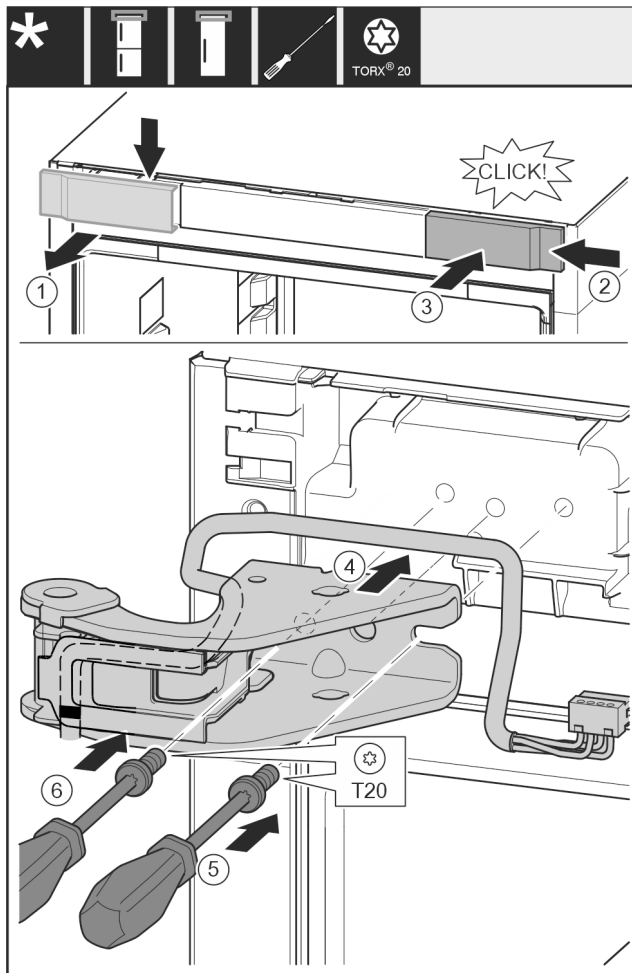

Fig. 22
- ▶ Αφαιρέστε το κάλυμμα από επάνω προς τα εμπρός. Fig. 22 (1)
- ▶ Αναρτήστε το κάλυμμα υπό γωνία 180° στην άλλη πλευρά από δεξιά. Fig. 22 (2)
- ▶ Κουμπώστε το κάλυμμα. Fig. 22 (3)
- ▶ Τοποθετήστε το επάνω στήριγμα. Fig. 22 (4)
- ▶ Τοποθετήστε τη βίδα με κατσαβίδι T20 και σφίξτε τη. Fig. 22 (5)
- ▶ Τοποθετήστε τη βίδα με κατσαβίδι T20 και σφίξτε τη. Fig. 22 (6)